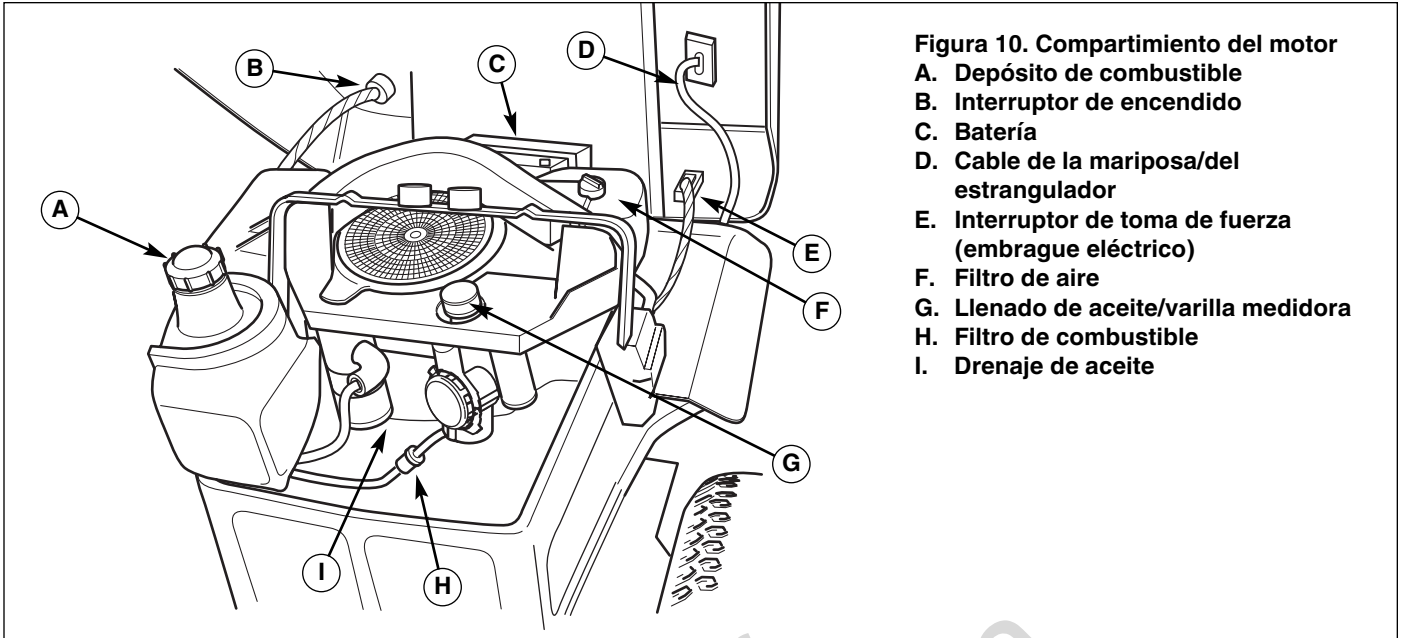

Figura 10. Compartimiento del motor
1. Retire la tapa para el combustible (A, Figura 10).